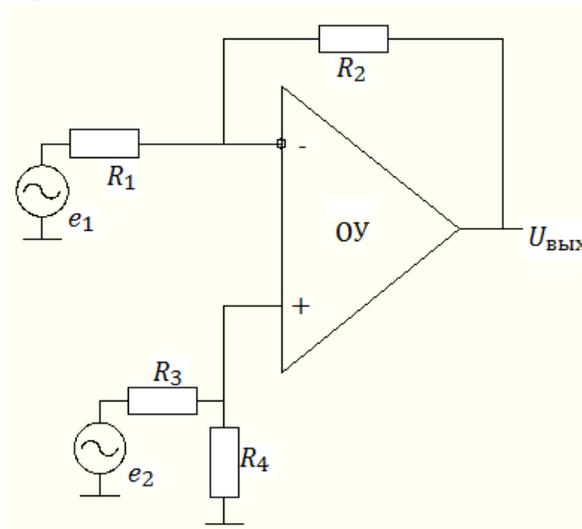

Рис. 7
6. В схеме сумматора на рис. 7  $E_{Г1} = 0,2 \text{ В}$ ,  $E_{Г3} = 0,5 \text{ В}$ ,  $R_1 = R_2 = R_3 = 200 \text{ Ом}$ ,  $R_4 = 30 \text{ кОм}$ ,  $R_5 = 50 \text{ кОм}$ . Каким должно быть напряжение  $E_{Г3}$ , чтобы напряжение на выходе схемы было равно 12 В?
7. В схеме разностного усилителя на рис. 7  $R_1 = 1 \text{ кОм}$ ,  $R_2 = 15 \text{ кОм}$ ,  $R_3 = 200 \text{ Ом}$ ,